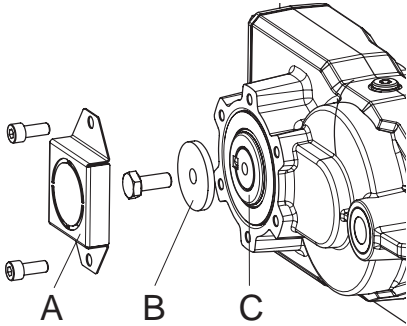

Fig. 163 Kontrolle, ob U-Scheibe an Getriebemotor anliegt
- ▶ Berührungsschutz [A] abschrauben. Überprüfen, ob die U-Scheibe [B] an Getriebemotor [C] anliegt. Falls U-Scheibe nicht anliegt, mit Hammer und Holzunterlage die Welle vorsichtig soweit einschlagen, dass die U-Scheibe am Getriebemotor [C] anliegt – Fig. 163.